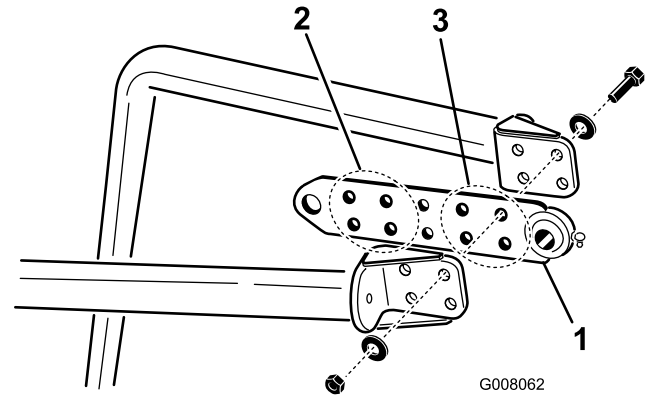

図 13
2. ネジ(1/2 x 2-1/4 in) 4本、ワッシャ 8枚、ロックナット 4個を使って、取り付けタブを2本の牽引アームの前部の間に固定する。タブは図 13のように組み付ける。660 エアレータには前の穴を使用し、864 および 880 エアレータには後の穴を使用する。